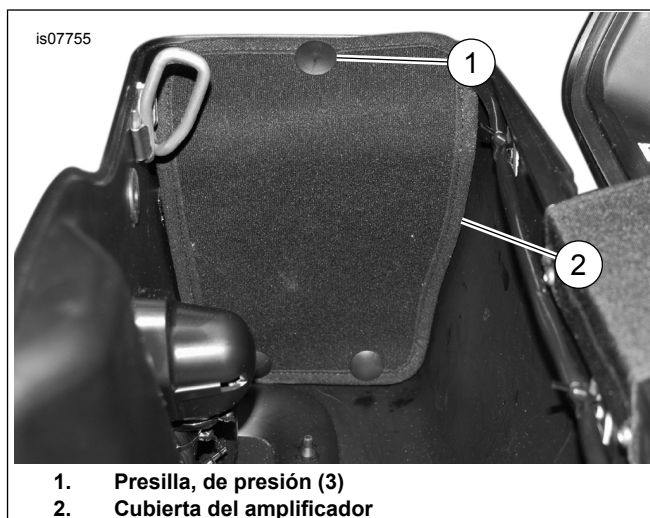

Figura 11. Cubierta del amplificador
- Vea la Figura 11. Instale la cubierta del amplificador en la pieza de soporte. Asegúrelo con las tres presillas.